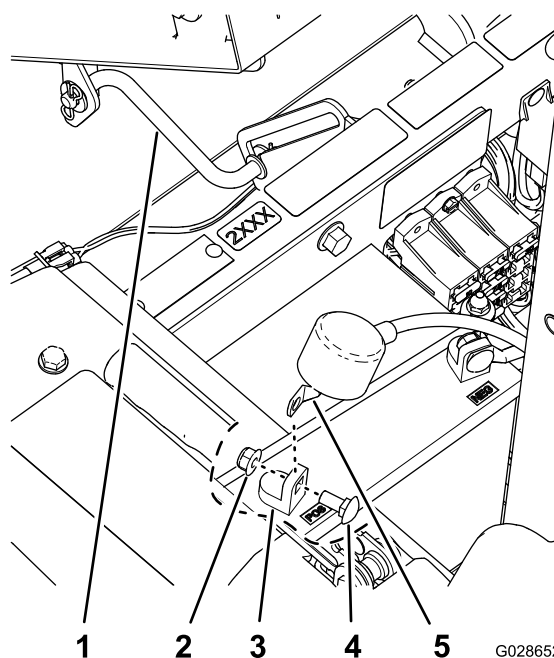

Figure 28
1. Basculez le siège de l'utilisateur en avant et bloquez-le avec la béquille (Figure 28).
2. Retirez le contre-écrou à embase, le boulon de carrosserie et le câble positif de la batterie (Figure 28).
3. Connectez le câble positif à la batterie (Figure 28).
4. Abaissez le siège de l'utilisateur (Figure 28).